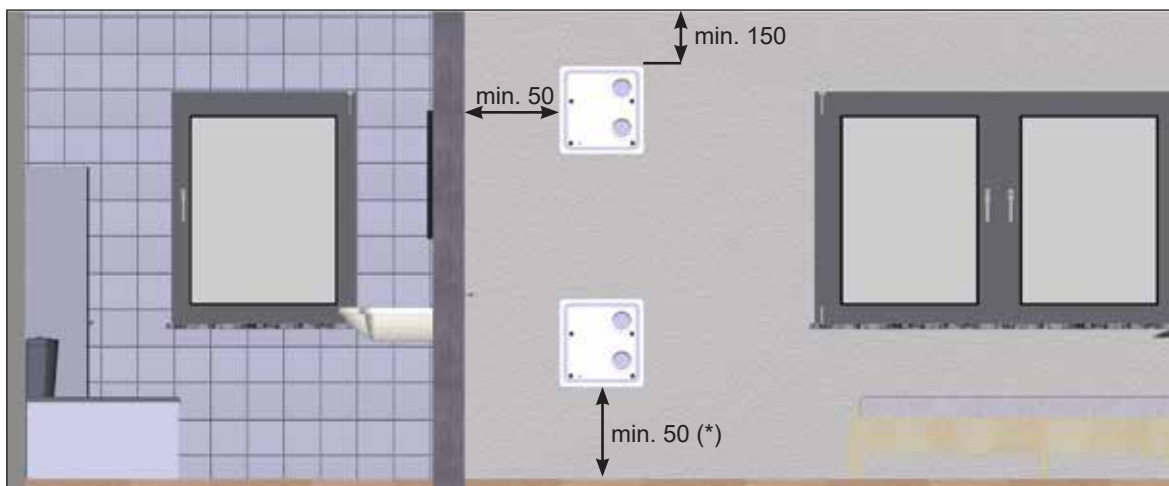
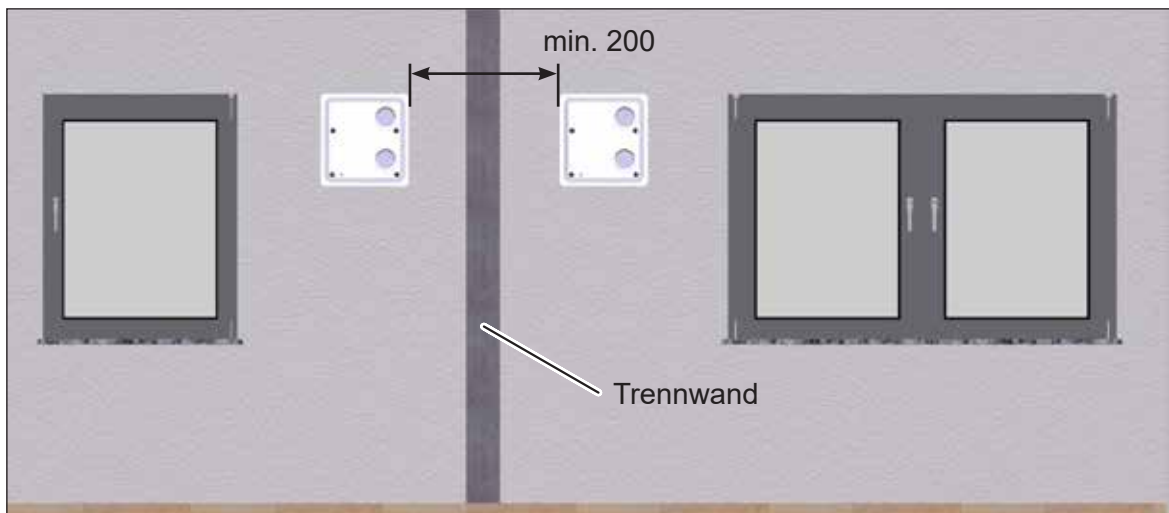

Abb. 4: Mindestabstände und Positioniermöglichkeiten des Montagesets M-WRG-M/MB, Maße in Millimeter
Abb. 5: Seitlicher Mindestabstand zwischen zwei Mauerkästen, Maße in Millimeter
- ▶ Achten Sie auf folgende Mindestabstände (siehe Abb. 4 und Abb. 5):
- Der Abstand der seitlichen und unteren Mauerkastenkante zu angrenzenden Flächen sollte mindestens 50 mm (Ausnahme: bei Verwendung eines Kondensatanschlusses, siehe (\*) in Abb. 4 auf Seite 10) betragen. Mit Einhaltung des Mindestabstands lässt sich das Lüftungsgerät leichter bedienen. Ebenso kann der Luftfilterwechsel ohne Beeinträchtigung durchgeführt werden.